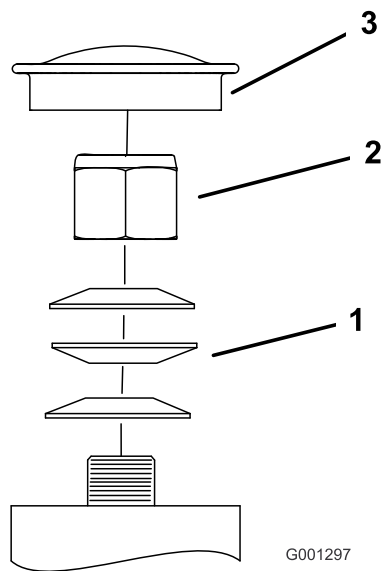

Figura 53
- Retire el tapón guardapolvo de la rueda giratoria y apriete la contratuerca (Figura 53).
- Apriete la contratuerca hasta que las arandelas de muelle estén planas, luego afloje 1/4 de vuelta para establecer la pre-carga correcta de los cojinetes (Figura 53).
- Importante:** Asegúrese de que las arandelas de muelle estén correctamente instaladas, según se muestra en Figura 53.
- Coloque el tapón guardapolvo (Figura 53).